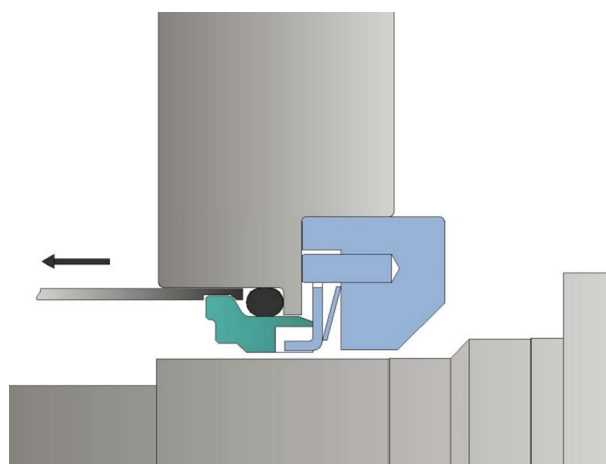
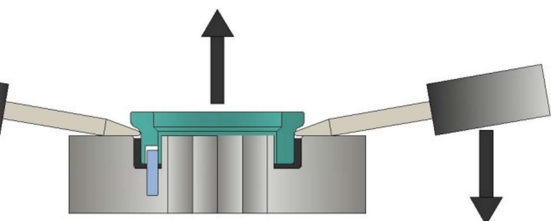

Abbildung 20 - Dichtung ausbauen
Abbildung 22 - Dichtung aus dem Rotor ausbauen
Die statischen Teile der Dichtungen (80) vorsichtig aus ihren Aufnahmen im Rotorgehäuse (51) nehmen. Dazu das mit der Pumpe gelieferte Spezialwerkzeug (182) verwenden. Dieses Werkzeug zum Ausbauen der Dichtungen vorsichtig zwischen den Außendurchmesser des statischen Dichtungsteils und die Bohrung im Rotorgehäuse einschieben. (Abbildung 20)
- Den O-Ring mit dem Ende des Werkzeugs zurückschieben und dieses um 90 Grad drehen, bis das gebogene Ende in die Position hinter dem Dichtungssitz einrastet. (Abbildung 20 und 21)
- Der Dichtungsring (83) kann gemeinsam mit der Dichtungsfläche entnommen werden. Wenn nicht, muss er aus der Aufnahme im Rotorgehäuse entfernt und zusammen mit der Dichtungsfläche aufbewahrt werden.
- Den rotierenden Teil der Dichtung (80) von der Rückseite des Rotors (56) nur dann ausbauen, wenn eine neue Dichtung oder Vollgummi-L-Dichtung (83) eingesetzt werden soll. Den rotierenden Teil der Dichtung mit zwei stumpfen Hebeln vorsichtig aus dem Rotor nehmen und darauf achten, dass der Rotor und die Dichtungsfläche nicht beschädigt werden. (Abbildung 22).